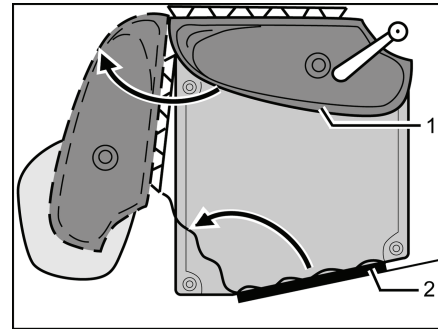

Fig. 268 Toilettes Vario
- Tourner le lavabo avec la paroi arrière (Fig. 268,1) dans le sens de la flèche.
- Pénétrer le cabinet de toilette et fermer et verrouiller la porte des toilettes (Fig. 268,2) de l'intérieur.